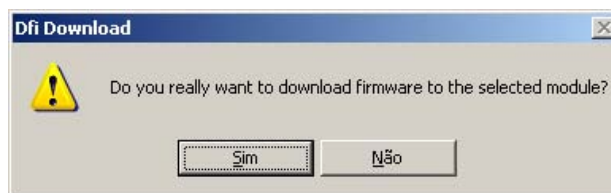

Figura 3.8 – Dfi Download – Tela de Confirmação do Download
19. Clique sobre o botão *Download*. A seguinte caixa de diálogo será exibida, conforme a Figura 3.8.